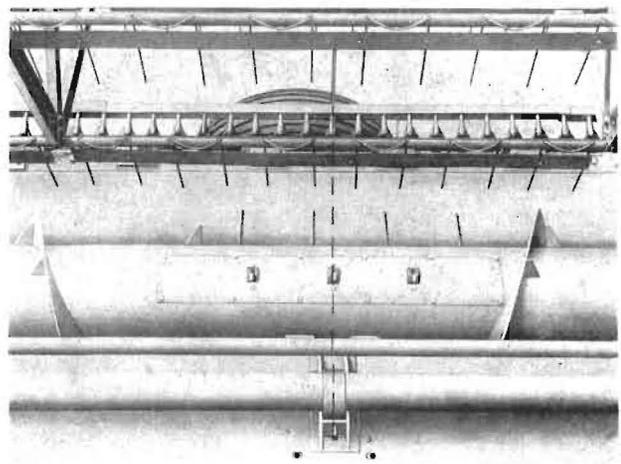
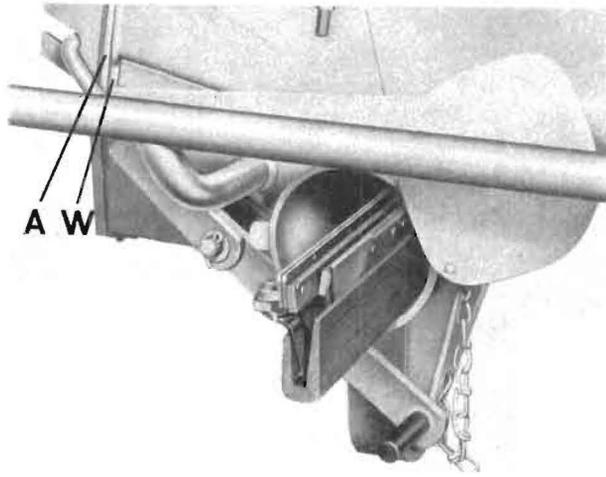

Bild 35
Bild 36
- mit maximaler Hubhöhe des Schneidwerkes an den Schneidwerkswagen herangefahren wird. Dabei ist vom Fahrersitz über den mittelsten Finger (bei 19 ft über den rechten der drei Mittelfinger) des Fingerbalkens der mittlere Peilstab PS, Bild 35, am Schneidwerkswagen anzupeilen. Beim weiteren Heranfahren ist auf Parallelstellung – Abstand Fingerspitzen zu den äußeren Peilstäben – zu achten. Bei ca. 30 mm Abstand zwischen Fingerspitzen und äußeren Peilstäben wird das Schneidwerk auf den Schneidwerkswagen abgesenkt. Dabei kann der Sitz des Schneidwerkes auf dem Wagen an der rechten Seite vom Fahrerstand aus eingesehen werden. Durch leichtes Andrücken wird das Schneidwerk bis zum Anschlag am Schneidwerkswagen gebracht. Nach Kontrolle des richtigen Sitzes des Schneidwerkes sind die Spannhebel und Spannhaken festzuspannen und zu sichern; (Bild 36)
Die Anschläge A am Schneidwerk müssen an den Widerlagern W des Wagens anliegen. (Bild 36)